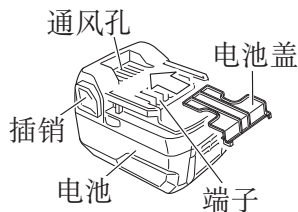

图 1
- 或者将电池装在电动工具中，或者在牢固按入电池盖并挡住通风孔后再存放，以防止短路（图 1）。